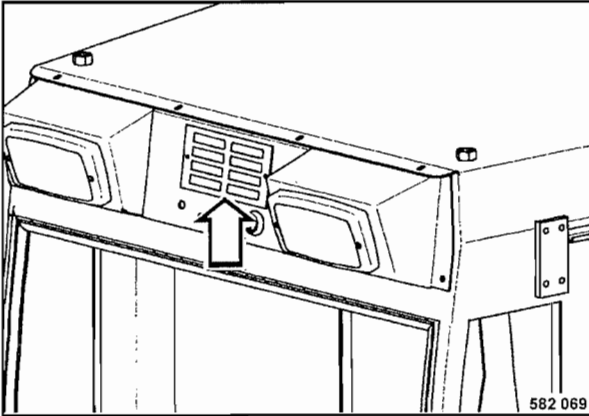

Fig. 114
- Desmontar el enrejado del filtro (Fig. 114) y extraer el filtro.